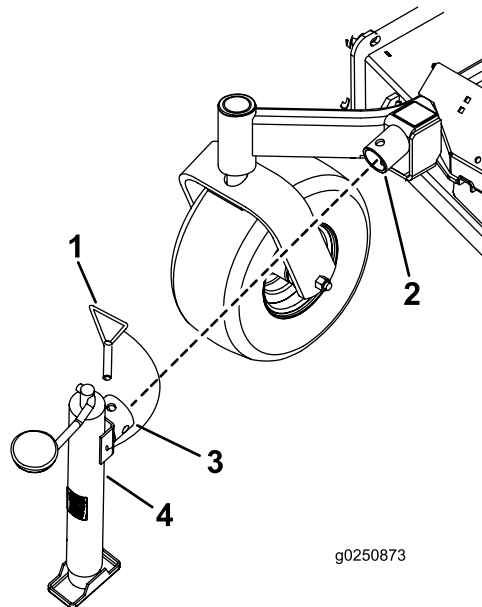

図 2
- ジャッキマウントにジャッキチューブを差し込み、取り付け穴をそろえ、ジャッキピンで固定する 図 2。
- ジャッキを取り外して格納する(図 2)。